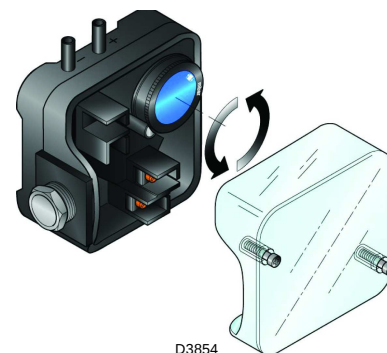

Abb. 31
- Stellen Sie den Luftdruckwächter (Abb. 31) auf den Skalenanfangswert ein.
Führen Sie die Einstellung des Luftdruckwächters aus, nachdem alle anderen Einstellungen des Brenners bei auf den Skalenanfang eingestellten Luftdruckwächter vorgenommen wurden (Abb. 31).